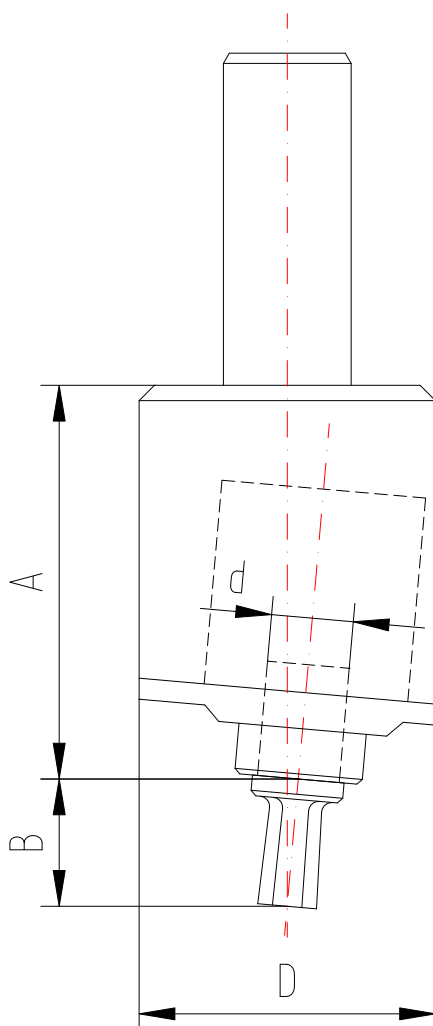

Fig 1
**G8:** indica il diametro della sede di innesto della broccia sul brocciatore ("d" fig.1).
**S** (small): la quota "**A**" di fig. 1 del corpo brocciatore è più piccola rispetto alla analoga versione standard (BR-G8-...)
**M** (medium): la quota "**D**" di fig. 1 del corpo brocciatore è più piccola rispetto alla analoga versione standard (BR-G8-...)
**B:** entrambe le quote "**A**" e "**D**" di fig.1 sono più piccole rispetto alla analoga versione standard. (BR-G12-...)
**G8:** указывает диаметр гнезда прошивной головки для вставки прошивки ("d" рис.1).
**S** (small): размер "**A**" корпуса прошивной головки на рис. 1 является самым маленьким по сравнению с аналогичной стандартной версией (BR-G8-...)
**M** (medium): размер "**D**" корпуса прошивной головки на рис. 1 является меньшим по сравнению с аналогичной стандартной версией (BR-G8-...)
**B:** оба размера "**A**" и "**D**" на рис.1 являются меньшими по сравнению с аналогичной стандартной версией. (BR-G12-...)